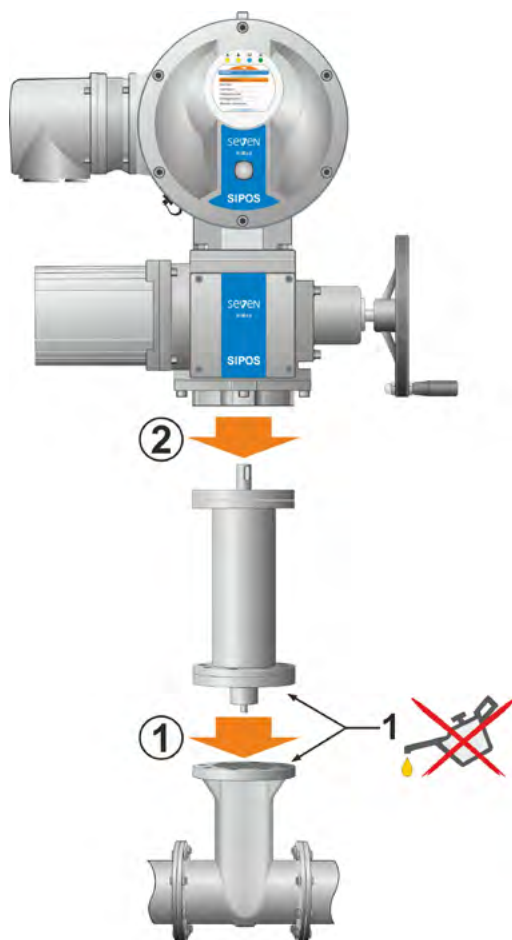

Fig. 1: montaggio dell'unità lineare
- a) Applicare l'attuatore sull'unità lineare e inserire allentate le viti con rondelle comprese nella fornitura (fig. 1, pos. 1).